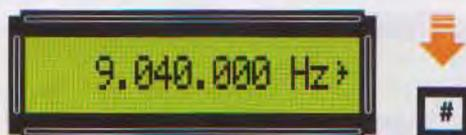

Fig.14 Dopo aver impostato il numero 9.040.000, premete il tasto # e subito vedrete apparire sulla destra di Hz il simbolo di conferma >.
- di seguito premete il tasto **#** e sulla destra di **Hz** vedrete apparire il simbolo di conferma **>** (vedi fig.14), infine vedrete accendersi il diodo led posto sopra al **BNC** dell'uscita **VHF** ad indicare che è da questa **uscita** che esce la **frequenza** che è stata digitata sulla tastiera.